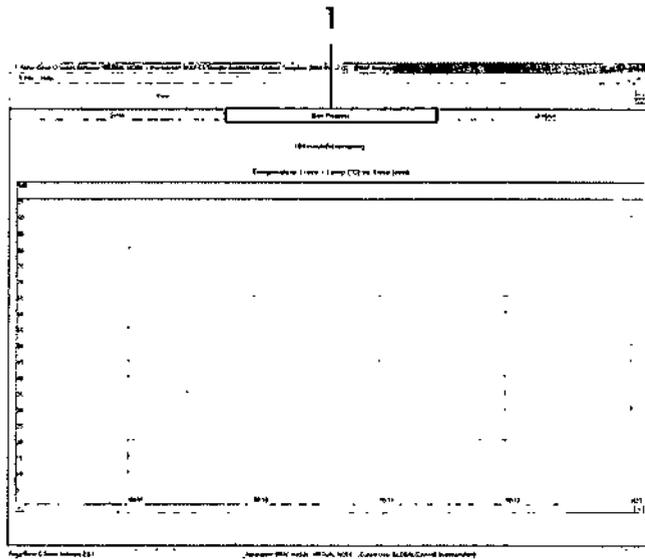

Ilustración 8. Pestaña de progreso de la serie ("Run Progress")
**Nota:** cuando empieza la serie, la pestaña "Run Progress" (Progreso de la serie) se abre automáticamente para mostrar el registro de la temperatura y el tiempo restante para finalizar la serie (ilustración 8).